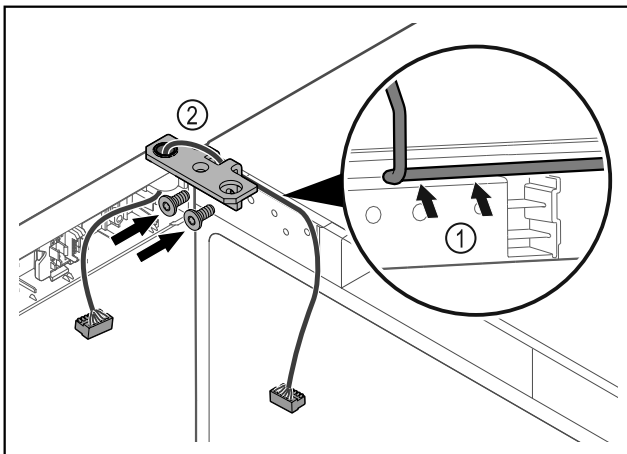

Fig. 46
- ▶ Kabel door de uitsparing van de scharnierhoek leiden en voorzichtig monteren Fig. 46 (1).
- ▶ Scharnierhoek Fig. 46 (2) vastschroeven.